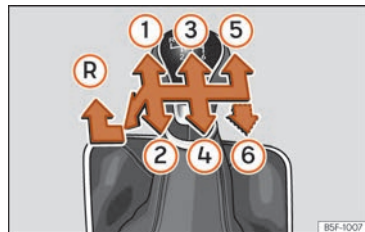

Fig. 86 Esquema de un cambio manual de 5 marchas o bien de 6 marchas.
En la palanca de cambios se indican las posiciones de las marchas >>> **fig. 86**.
- Con la palanca de cambios en punto muerto, presiónela hacia abajo, muévela a la izquierda hasta el final y después hacia delante para seleccionar la marcha atrás » fig. 86 (R).